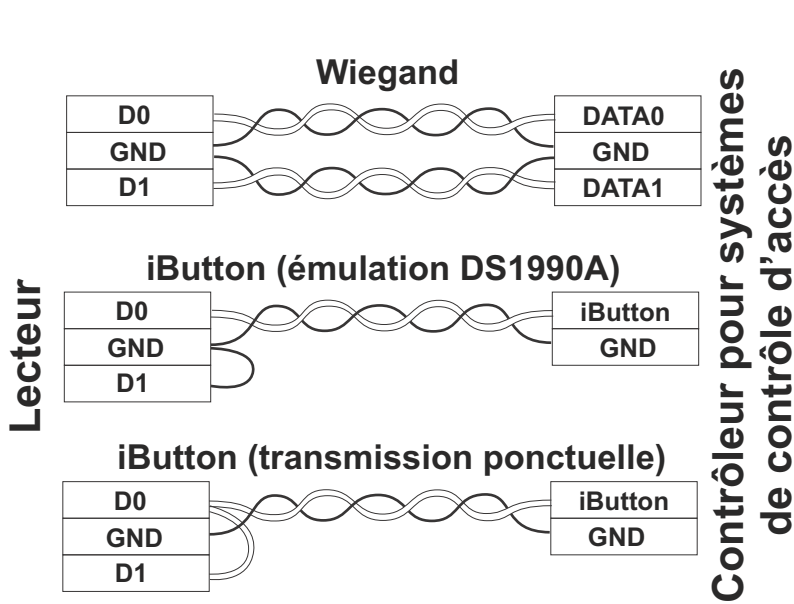

Fig. 1. Choix du protocole de transmission.
Remarque 3 : Afin d'assurer un fonctionnement correct à la distance spécifiée entre le lecteur et le contrôleur, un câble UTP CAT5e doit être utilisé (voir la Fig. 1).
- 1) Sur un lecteur hors tension, raccorder les bornes DATA0 (blanche) et LED R (jaune) (voir la Fig. 1).